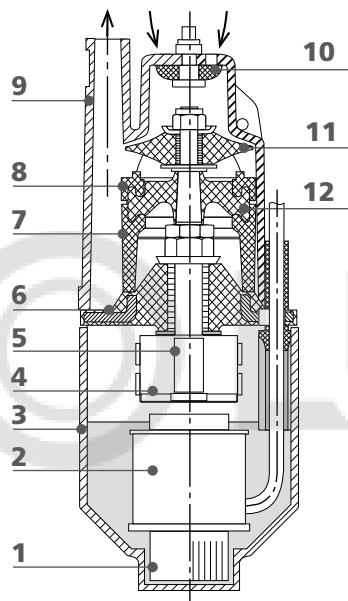
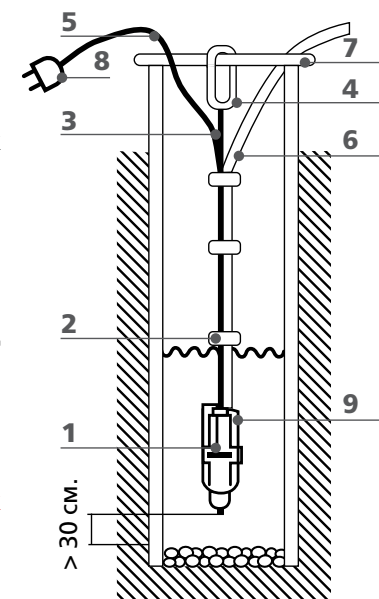

РИСУНОК 1
РИСУНОК 3
Электронасосы погружные вибрационные бытовые модели: FORA-VP180U10, FORA-VP180U15, FORA-VP200U10, FORA-VP200U25, FORA-VP200U40, FORA-VP250D10-TP, FORA-VP250D15-TP, FORA-VP250D25-TP, FORA-VP250D40-TP, предназначены для подачи питьевой воды из колодцев и скважин с внутренним диаметром обсадной трубы более 140 мм, а также для перекачки пресной воды из любых водоемов с температурой воды не более 35°C. Электронасосы предназначены для полива приусадебных участков, садов, огородов и индивидуального питьевого водоснабжения. Насос способен перекачивать воду на большие расстояния горизонтально (свыше 100 м), т.е. подавать воду из водоемов, расположенных на значительном расстоянии от мест использования воды. Электронасосы должны работать полностью погруженными в воду (Рис. 3), не соприкасаться со стенками и дном колодца. Вода не должна содержать агрессивных примесей. Массовая доля механических примесей не более 0,01 %. Режим работы - не более 12 часов в сутки с отключением через каждые 2 часа работы на 15-20 минут.
Принцип работы насоса основан на использовании переменной силы тока, превращенной посредством упругого амортизатора в механические колебания якоря **поз.4 (Рис.1)** и поршня **поз.11 (Рис.1)**. Поршень, вибрируя, создает гидравлический удар в стакане. Одновременно клапан **поз.10 (Рис.1)** закрывает входные отверстия, и вода вытесняется в напорный патрубок.
На выводном патрубке **поз.9 (Рис.1)** крепится шланг с помощью червячного хомута. Подача воды осуществляется из напорной камеры, ограниченной резиновым клапаном и поршнем, при возвратно-поступательном движении поршня **поз.11 (Рис.1)** в результате вибрационных колебаний.
КОНСТРУКЦИЯ НАСОСА (РИС.1)
- Надеть один конец шланга **поз.6 (Рис.3)** на выходной патрубок **поз.9 (Рис.1)** электронасоса и затянуть его хомутом. Следует использовать только гибкие пластиковые или резиновые шланги с внутренним диаметром 16-20 мм. Для облегчения присоединения пластикового шланга, его конец можно размягчить в горячей воде. Чтобы обеспечить плотную затяжку, под хомут рекомендуется подложить полоску, вырезанную из шланга.
Закрепить подвеску **поз.3 (Рис.3)** к проушине электронасоса. Не допускается использование стального троса для подвешивания электронасоса, жесткая установка приведет к выходу его из строя.
- Провод, шланг и подвеску тщательно расправить и скрепить изоляционной лентой **поз.2 (Рис.3)** или другими связками (кроме проволоки) через промежутки в 1-2 метра. Первую скрепку следует сделать на расстоянии 20-30 см от выходного патрубка электронасоса.
- Если насос будет эксплуатироваться в скважине, для предотвращения истирания его корпуса о стенки, на корпусе электронасоса необходимо установить защитное кольцо **поз.1 (Рис.3)**, вырезанное из резины, и закрепить его липкой лентой.
- Опустить насос под воду, проследив за тем, чтобы электрокабель **поз.5 (Рис.3)** не был натянут и закрепить подвеску за перекладину **поз.7 (Рис.3)** или другое удерживающее устройство. Электронасос должен быть установлен таким образом, чтобы он не касался стенок и дна источника и был полностью погружен в воду. Расстояние от дна скважины или колодца до электронасоса должно быть не менее 30 см. При использовании электронасоса в неглубоких колодцах или скважинах (менее 10м), крепление подвески к перекладине необходимо производить через дополнительную пружинящую подвеску из резины **поз.4 (Рис.3)**.
- Включение электронасоса производится путем включения вилки **поз.8 (Рис.3)** в штепсельную розетку. При недостатке длины питающего электропровода следует использовать стандартный удлинитель с обрезиненной литой вилкой и розеткой. При использовании удлинителя, место соединения вилки электрокабеля насоса **поз.8 (Рис. 3)** с розеткой удлинителя не должно находиться в скважине или во влажной среде.
Внимание! Запрещается отрезать штатную вилку насоса **поз.8 (Рис.3)** и удлинять кабель электронасоса наращиванием.
Электронасос включается в работу непосредственно после погружения в воду. Электронасос может быть погружен в воду длительное время и извлекаться только для профилактического осмотра. При напорах менее 5 метров, после выключения насоса, слив воды из системы происходит самотеком через зазор в клапане. При больших напорах, после выключения электронасоса, давление воды плотно прижимает клапан **поз.10 (Рис.1)** к основанию и слива самотеком не происходит. Чтобы исключить замерзание воды в шланге и трубах в зимнее время, для обеспечения самослива, можно сделать отверстие диаметром 1,5-2 мм в шланге у выхода из электронасоса.
Категорически запрещена эксплуатация насоса с поврежденным электрокабелем насоса **поз.5 (Рис.3)!**